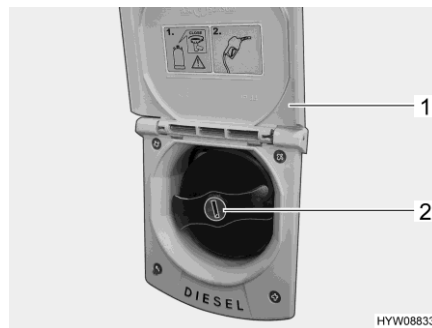

Bild 38 Kraftstoff-Einfüllstutzen
- Klappe (Bild 38,1) nach oben schwenken.
- Schlüssel in Schließzylinder (Bild 38,2) stecken und entgegen dem Uhrzeigersinn drehen.